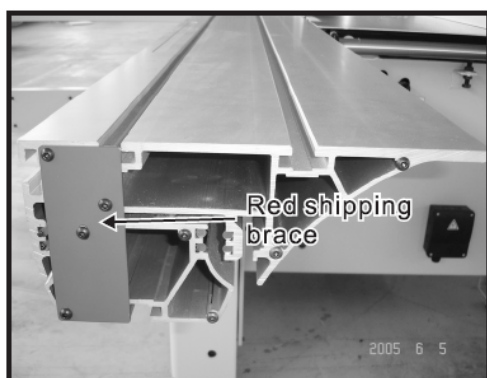

Fig. 25
1. Снимите красную транспортировочную стяжку и соответствующие винты. Отложите винты в сторону (см. рис. 25).